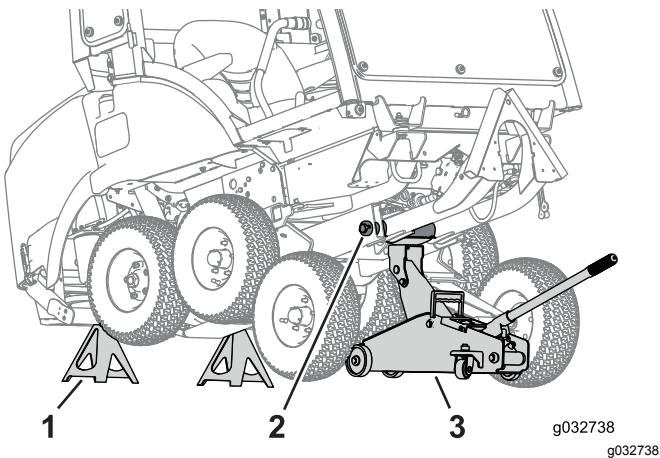

Рисунок 88
- Поднимите зимнюю раму с помощью напольного домкрата (Рисунок 88).